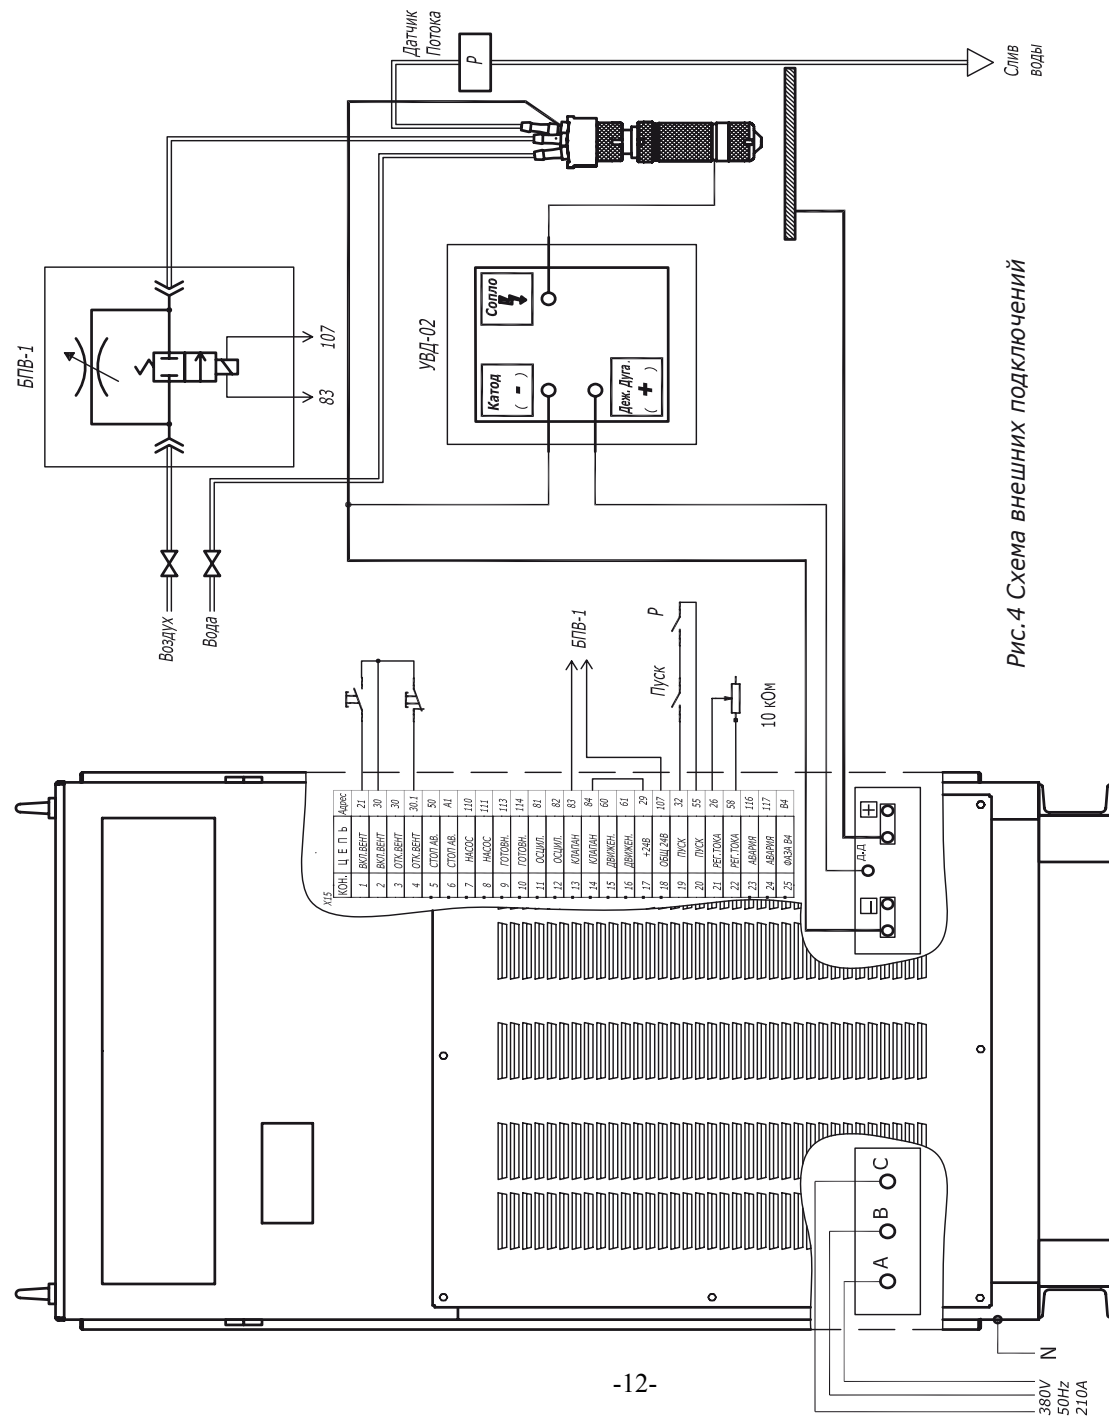

Рис.4 Схема внешних подключений
8.3. Соедините все узлы установки в соответствии с общей схемой, рисунок 4.